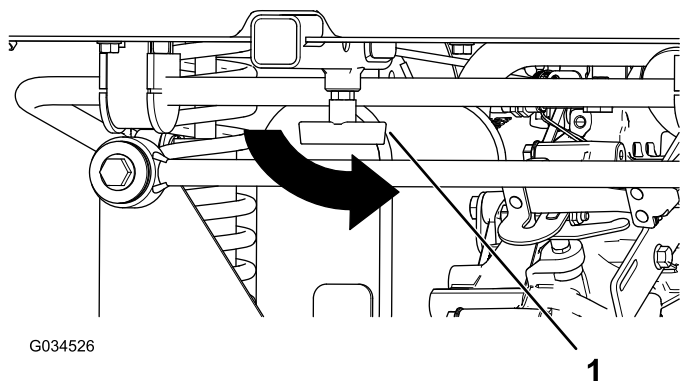

Figura 19
4. Strângeți mânerul „T” prin rotirea acestuia în sens invers acelor de ceasornic (Figura 19).